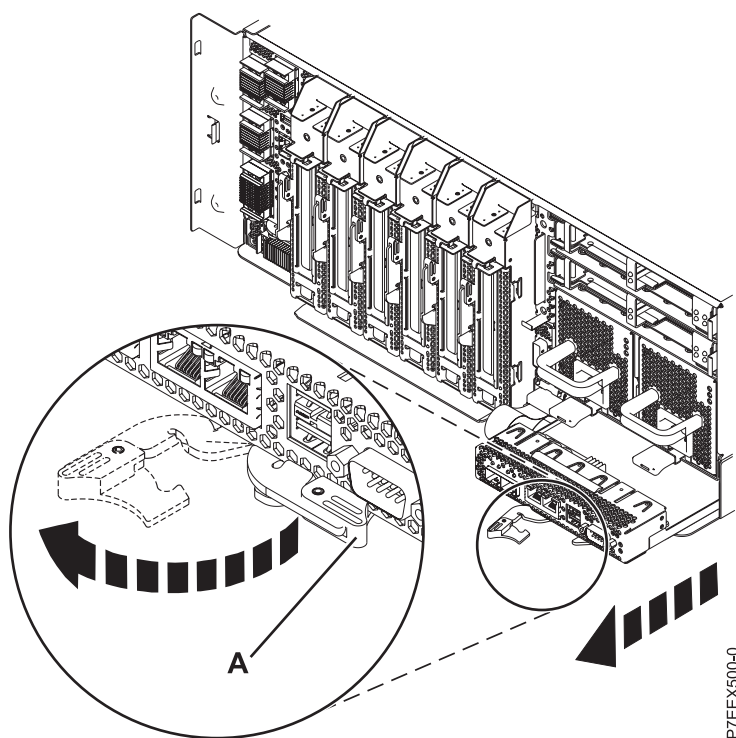

Figura 1. Remover uma placa multifunções integrada para o8248-L4T, 8408-E8D ou 9109-RMD
5. Localize a placa multifunções integrada que deseja remover como apresentado em Figura 1 na página 4.